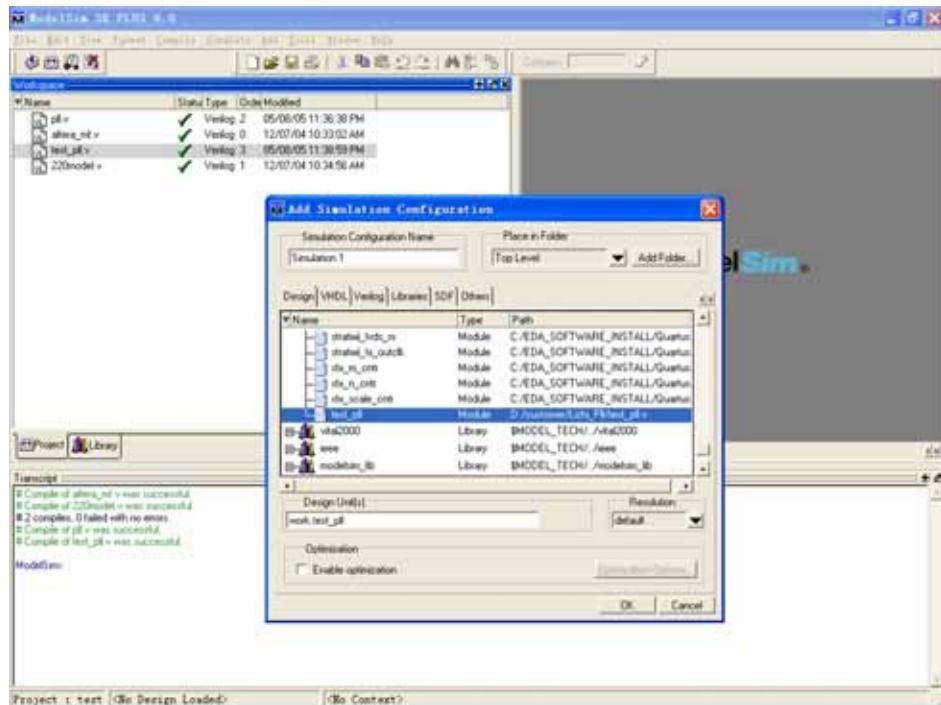

图 11 Simulation Configuration Module
11.执行完毕后,弹出图 11 Simulation Configuration Module 对话框.在 design 中,选择 test_pll module.点击 OK 确定.